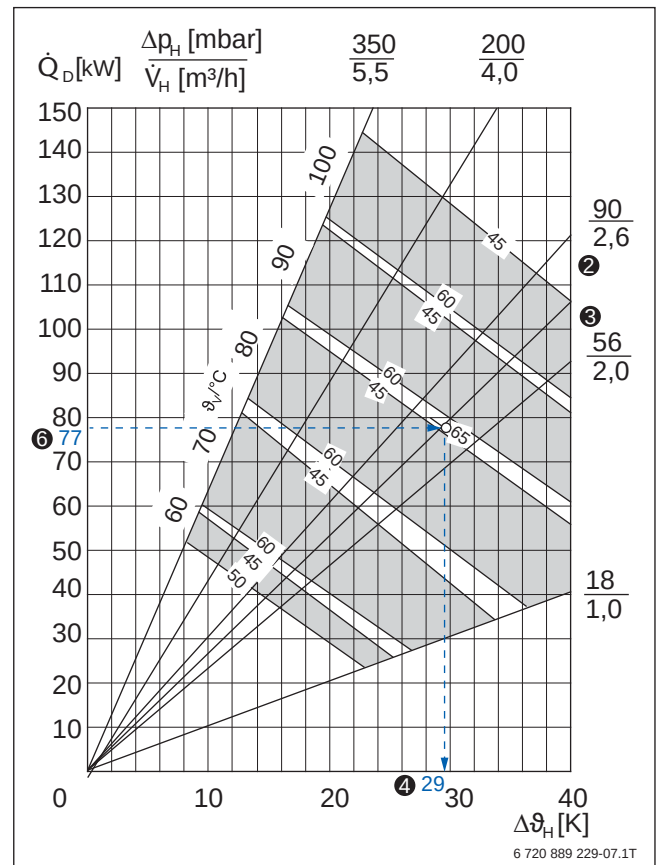

Bild 38 Warmwasser-Dauerleistung Logalux SU750.5; Beispiel blau hervorgehoben (Abhängige Größen → Bild 35, Seite 52, Vorlage → Bild 71, Seite 96)
Im Dauerleistungsdiagramm → Bild 71, Seite 96 ist bei der vorgegebenen Heizwasser-Vorlauftemperatur von 90 °C eine Hilfslinie für eine Warmwassertemperatur von 65 °C einzuziehen (Beispiel → Bild 38). Aus dem Dauerleistungsdiagramm ist jedoch nur die zugehörige heizwasserseitige Temperaturdifferenz $\Delta \vartheta_H = 29 \text{ K}$ ❹ eindeutig ablesbar.